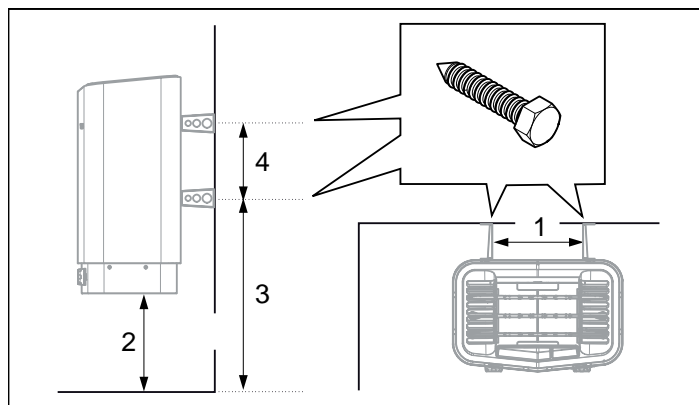

Fig 8: Måttsättning
6. Placera konsolskruvarna enligt måttsättning se Fig 8, sidan 3.